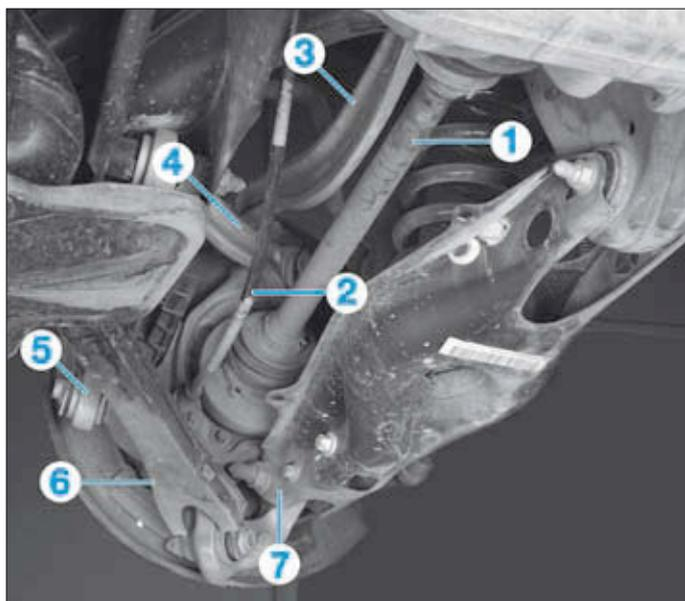

FIG. 26
- Soulever le porte moyeu jusqu'à ce que l'arbre de transmission (1) se trouve pratiquement à l'horizontale (Fig.26).
- le câble de frein de stationnement (2),
- le bras supérieur (3),
- le tirant (4),
- la barre d'accouplement (5),
- le bras de poussé (6),
- le bras inférieur (7).